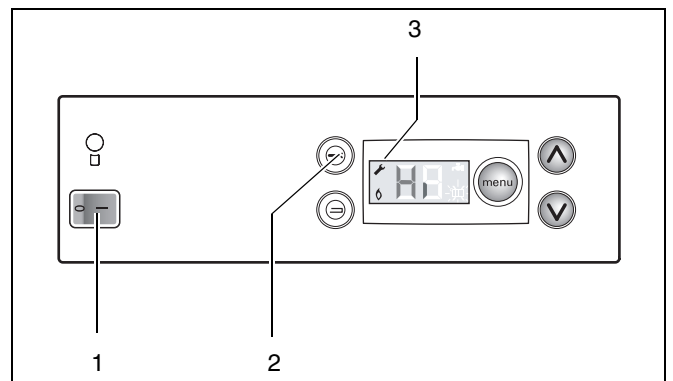

Рис. 30 DBA – режим Hi
- Запустить прибор в эксплуатацию, устанавливая рабочий переключатель в положение "1" (рис. 30, поз. 1).
- Остановить прибор, устанавливая рабочий переключатель на DBA (рис. 30, **поз. 1**) в положение "0".
- Запустить прибор в эксплуатацию, устанавливая рабочий переключатель в положение "1" (рис. 30, **поз. 1**).
- Установите прибор в режим "Hi", нажимая на клавишу Service (рис. 30, **поз. 2**) два раза, пока слева сверху на дисплее не появится символ гаечного ключа (рис. 30, **поз. 3**) (см. меню 2: "Сервисный режим" на стр. 24).
- Остановить прибор, устанавливая рабочий переключатель в положение "0" (рис. 30, поз. 1).
- Остановить прибор, устанавливая рабочий переключатель в положение "0" (рис. 30, **поз. 1**).